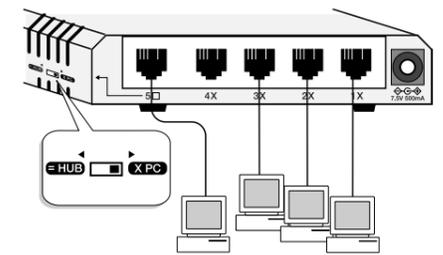

図4 スタンドアローンの接続例
3. 本体背面の10BASE-T ネットワークポートのひとつにUTPケーブルを接続します。ポート5にPCを接続する場合は、MDI/MDI-X切替スイッチを●XPCに設定してください(図4)。ハブやスイッチへの接続については「カスケード接続」の節を参照してください。